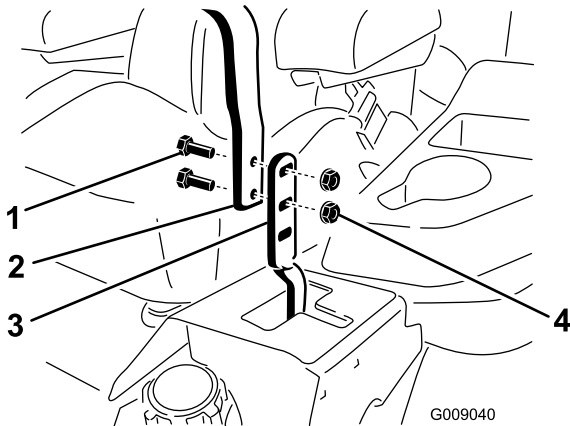

Figura 58
2. Afloje los pernos y las tuercas con arandela prensada que sujetan las palancas (Figura 58).